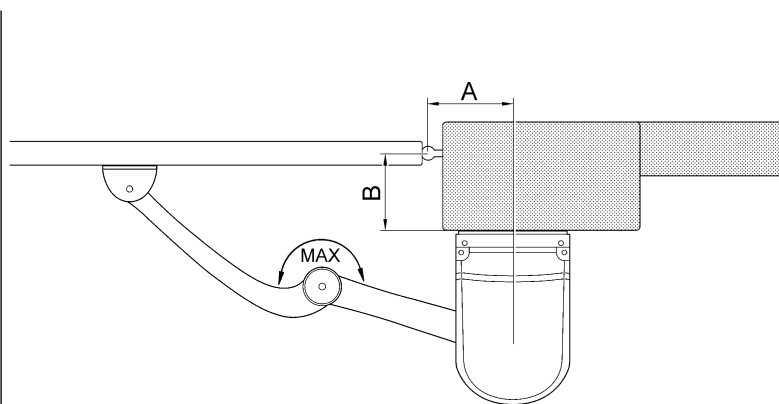

Fig. 5
2.3) Fissaggio (Fig. 5)
Fissare la staffa attacco anta al cancello nel punto più lontano possibile dalla colonna, allungando al massimo i bracci (Fig. 5). La staffa viene fissata al cancello tramite saldatura oppure usando delle viti adatte al materiale dell'anta.